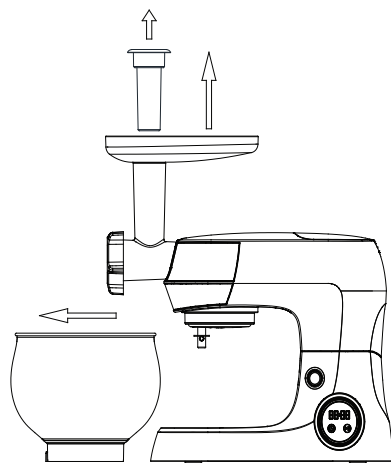

Рисунок 4
7. Уберите смесительную миску, достаньте толкатель (10) и снимите лоток мясорубки (9). (см. рис. 4).